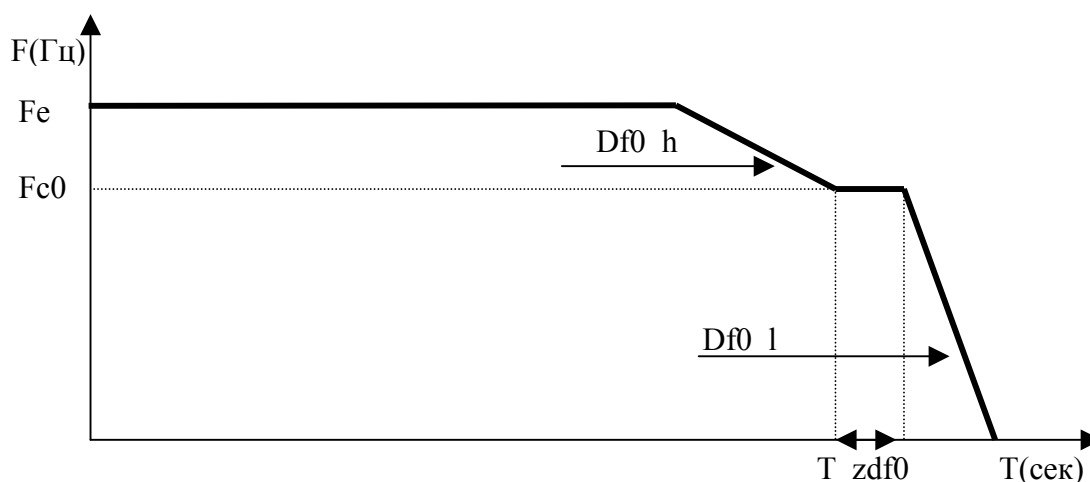

Рис. 6. Диаграмма работы БУАД-7-10 при выключении направления
3.9.4.1. Если направление вращения снято (*ОД*, *ЗД* = 0, 0), выходная частота *Устройства* начинает уменьшаться (**рис. 6**).